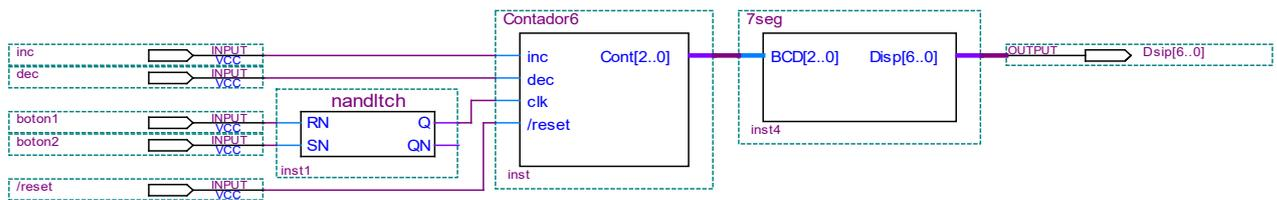

Figura 2. Circuito de prueba para la parte b)
- Analizar cómo manejar las entradas del flip-flop SR para lograr una señal de reloj sin rebotes y simular el bloque nandlch (ver figura 2).
- Generar un proyecto en el **Quartus** con el circuito de la figura 2 donde las entradas **inc**, **dec** y **/reset** se conectarán a los switches 9, 8 y 0 respectivamente, las entradas **boton1** y **boton2** a los pulsadores 1 y 2 respectivamente y la salida **Disp[6..0]** al display 0 de la placa DE0. Analizar el circuito, programar la placa y verificar el funcionamiento de **Contador6**.
- Breve explicación de cómo será probado el circuito de la figura 2 y qué deberá observarse en la placa DE0.